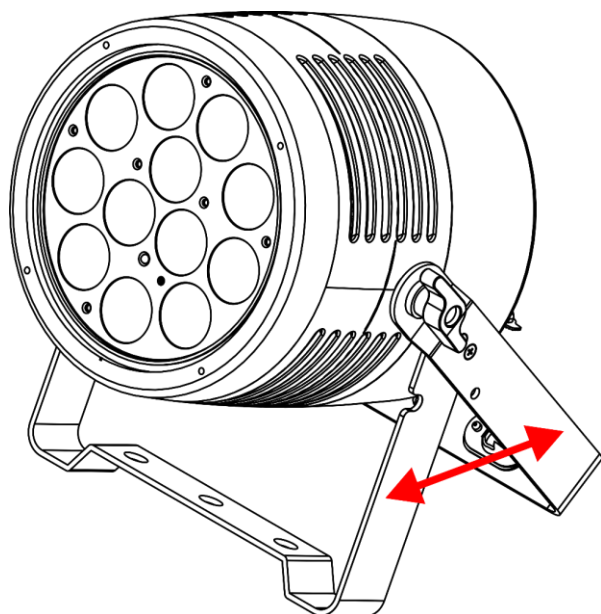

Fig. 05
Il dispositivo può essere posizionato su una superficie piana (vedere Fig. 05) o montato su un truss o un'altra struttura di rigging con qualsiasi orientamento. Assicurarsi che tutti i carichi rientrino nei limiti prestabiliti della struttura di supporto.
- 01) Utilizzare un morsetto per fissare il dispositivo alla struttura di supporto, come mostrato nella Fig. 05. Assicurarsi che il dispositivo non possa muoversi liberamente.